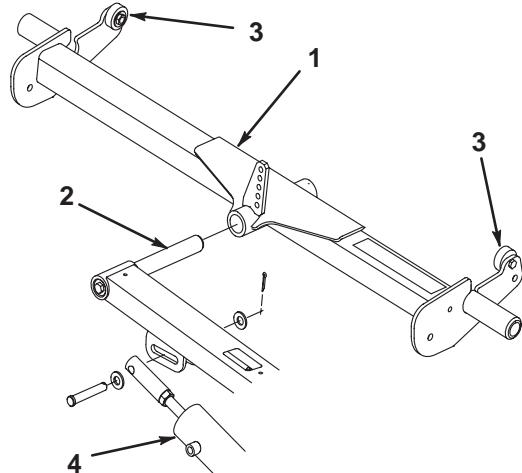

図4
1. 後キャリア・フレームを後昇降アームのピボット・ロッドの下に引き込む（図4）。この時点では、まだキャリア・フレームをカッティングユニットに接続しない。
3. キャリア・フレームの一方の端を押し下げて、フレームの他方の端の上ストップ（図4）がフット・ステップの下面に当たるようにする。押し下げた側では、上ストップとフット・ステップ間の距離が6 mm程度となっているのが適正である。6 mmになっていない場合には以下の手順4に従って調整を行う。調整の必要がない場合は次の組み立て段階へ進む。
- A. 昇降シリンダのロッドの先端と昇降アームとをつないでいるクレビスピンを外す（図4）。
- D. ナットを締め、シリンダ・ロッドを昇降アームに接続して終了（図4）。